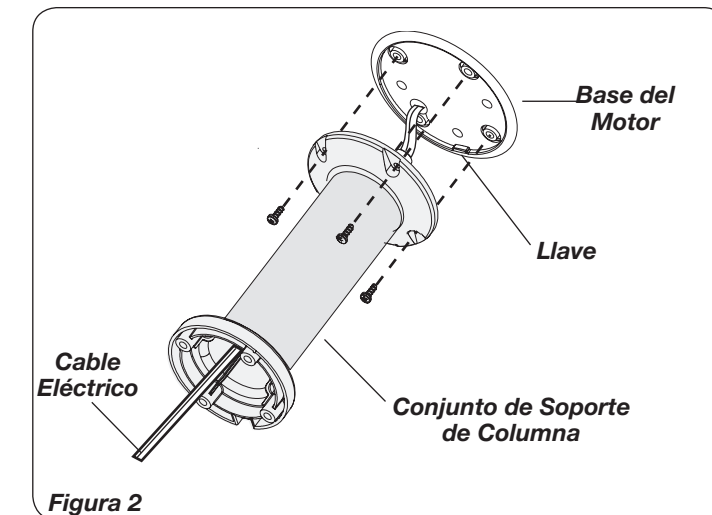

Figura 2
- Una el **Conjunto de Soporte de Columna** a la **Base del Motor** con (4) tornillos M5 X 13mm. Cerciérese de que la **Llave** que está en la **Base del Motor** quede alineada con la **Muesca de Ubicación** en el **Conjunto de Soporte de Columna**. (Figura 2)